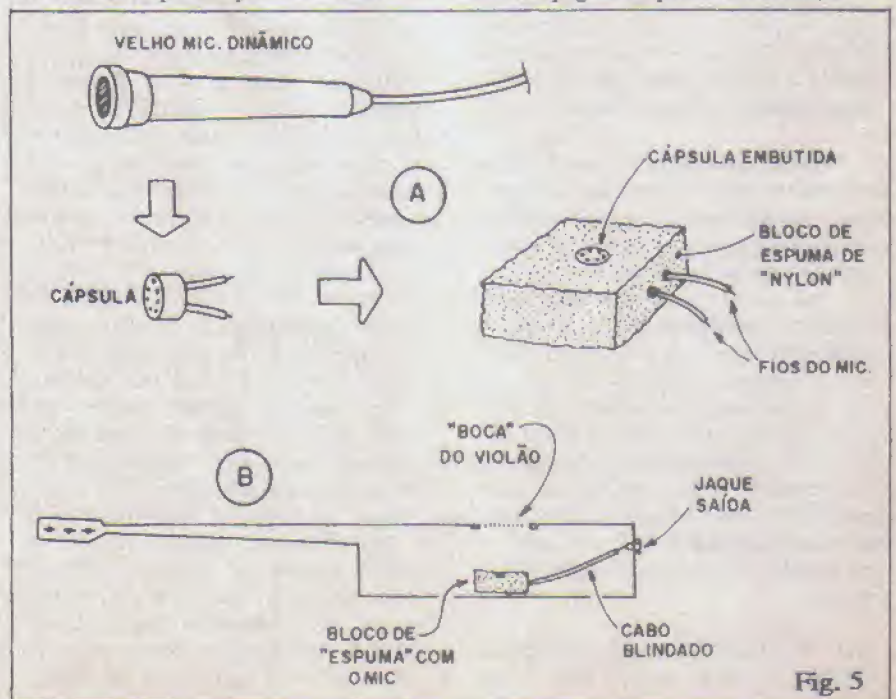

Fig. 5
**FIG. 5 - CAPTADOR DINÂMICO PARA VIOLÕES** - Uma terceira possibilidade de captação, barata e eficiente (especial para a eletrificação de violões comuns...). Igual ocorre com o captador de eletreto, descrito no item anterior, o CAPTADOR DINÂMICO também não invalida as naturais propriedades acústicas do instrumento (que pode continuar a ser usado como "simples violão", sem problemas, quando a amplificação não for requerida...).
**FIG. 5-A** - Muitos dos Leitores/Hobbystas devem ter em casa um velho gravador **mini-cassete** mono, totalmente desativado e superado pelos modernos e ultra-portáteis **walkman** estéreo, com equalizadores e o "escambau"... Aqueles "arqueológicos" gravadores usavam, para gravação, um microfone dinâmico externo (os modernos gravadores usam um minúsculo microfone de eletreto, ou "capacitivo", embutido no corpo do dito gravador...), meio "taludo", geralmente encapsulado num cilindro plástico que devia ser ligado ao gravador via cabo blindado dotado do respectivo plugue... Pois bem, é justamente **esse** velho microfone dinâmico que está juntando poeira lá no fundo da gaveta, que nos dará um excelente captador para violões (desde, obviamente, que o tal microfone esteja funcional...). Basta desmontar o microfone, destacando a pequena cápsula dinâmica. Ela é pouco maior que um dedal (se é que alguém aí **sabe** o que é um dedal...),
**FIG. 5-B** - Com o bloco de espuma de **nylon** contendo a cápsula já posicionada, cabo blindado mono conectado aos fios da dita cápsula, basta ligar, na outra extremidade desse cabo blindado um jaque compatível (tamanho grande), fixando-se o jaque através de um furo **cuidadosamente** feito na região do "bumbum" do violão! Para utilização do sistema, só temos que interligar o jaque de saída à entrada de um bom amplificador para guitarras, via cabo blindado (no necessário comprimento) dotado de plugues próprios nas duas extremidades... Todo o controle de volume, tonalidade, etc. deve ser feito - obviamente - através dos **knobs** incorporados ao amplificador, uma vez